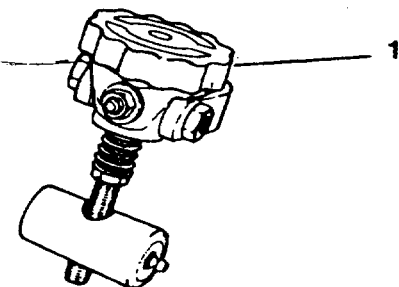
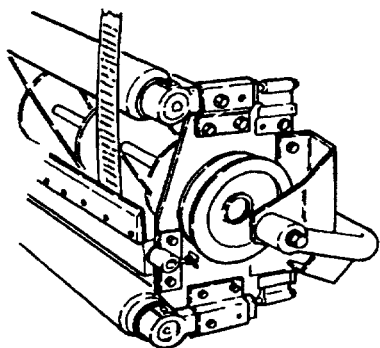

Figure 40
Figure 41
1. Vérifier qu'il n'y a plus de contact du cylindre en tournant la molette de réglage de la contre-lame dans le sens contraire des aiguilles d'une montre (Fig. 40). Basculer l'unité de coupe pour accéder au cylindre et à la contre-lame (Fig. 41).
5. Ajuster les écrous de manière à monter ou à baisser le dispositif de réglage jusqu'à ce que le papier soit pincé sur toute la surface de la contre-lame quand la molette de réglage est tournée de deux crans maximum après le premier contact de la contre-lame/cylindre (Fig. 41).